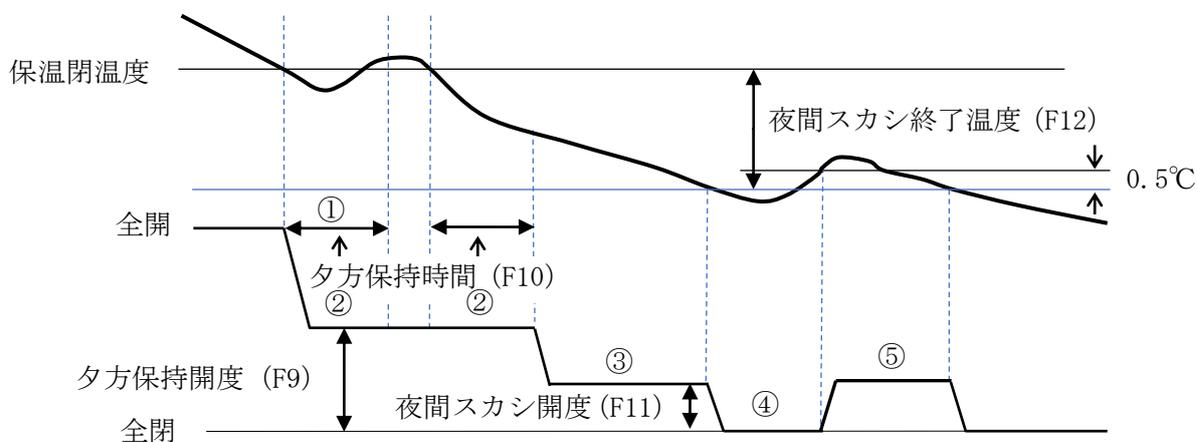

図2
- ⑤室温が 保温閉温度 - “F12:夜間スカシ終了温度” + 0.5℃ 以上かつ外気温度が“F13:夜間スカシ終了外気温度” + 0.5℃ 以上になった場合は、再び夜間スカシを行います。(図2)